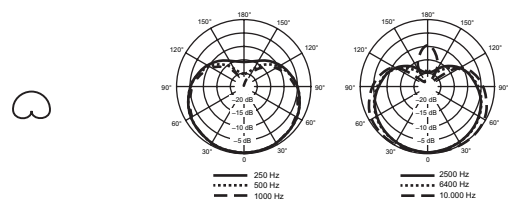

ABBILDUNG 3. TYPISCHE NIERENCHARAKTERISTIK
**Nierencharakteristik.** Ist am empfindlichsten für Schall direkt von vorne und hat geringste Empfindlichkeit für Schall von hinten. Die Nierencharakteristik ist die häufigste Einstellung für Live-Beschallungen. Die etwas breitere Abnahmecharakteristik eignet sich besser für die Abnahme außeraxialer Schallquellen. Siehe Abbildung 3.